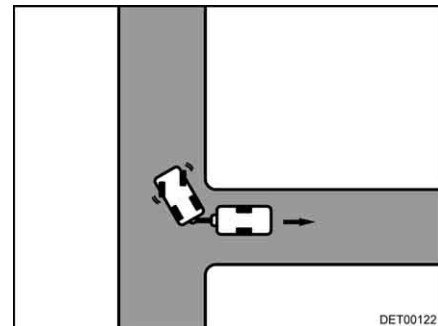

Fig. 21 Girar el volante hacia la derecha
- Girar el volante hacia la derecha y desplazarse hacia atrás con precaución (Fig. 21).